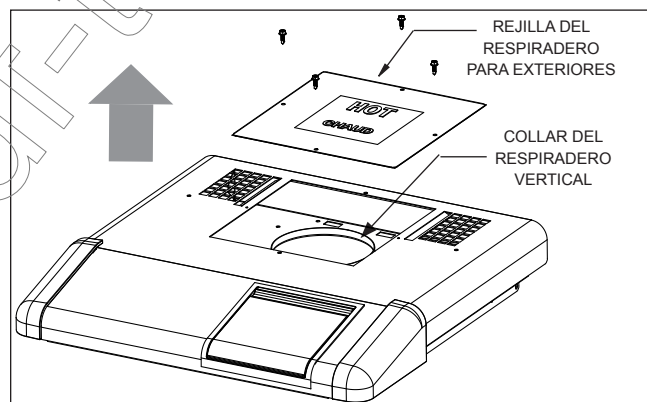

Figura 5. Remoción de la rejilla de escape de gases para exteriores
1. Quite la rejilla del escape sacando los cuatro tornillos que la retienen. Puede deshacerse de la rejilla y de los tornillos. Véase Figura 5.